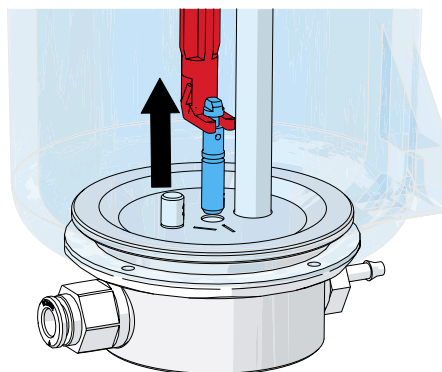

Fig. 11
- ⇒ Tag fat i doseringsdysen med værktøj, og træk den op og ud (fig. 11).